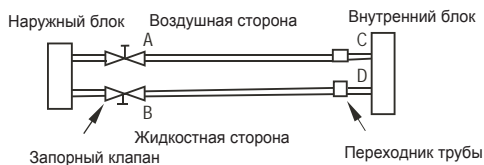

Рис. 6-2
- Использование хладагента во внешнем блоке для удаления воздуха (см. рис. 6-2 и 6-3).
■ Использование бака хладагента для удаления воздуха (см. рис. 6-2 и 6-3).